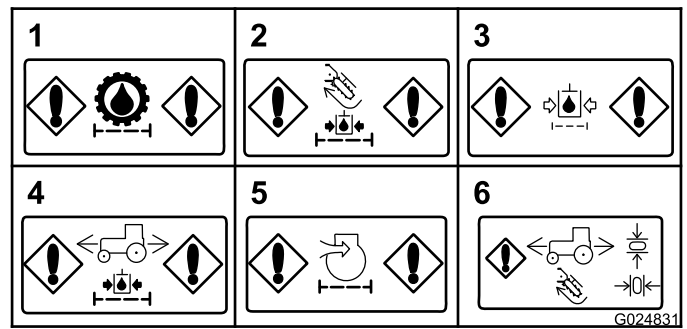

Bild 33
Diese Meldung wird angezeigt, wenn der Hydraulikladesfilter für das Getriebe verstopft ist (Bild 33).
Diese Meldung wird angezeigt, wenn der Ladesfilter für die Hydraulikanlage für das Zubehör verstopft ist (Bild 33).
- **Verstopfung des Hydraulikrücklaufilters:** Diese Meldung wird angezeigt, wenn der Hydraulikrücklaufilter verstopft ist (Bild 33).
- **Verstopfung des Hydraulikladesfilters (Antriebsmotor):** Diese Meldung wird angezeigt, wenn der Ladesfilter für den Antriebsmotor verstopft ist (Bild 33).
- **Verstopfung des Luftfilters (Motor):** Diese Meldung wird angezeigt, wenn der Luftfilter gewartet werden muss (Bild 33).
- **Anzeige für zurück auf Neutral-Stellung:** Diese Anzeige wird angezeigt, wenn Sie einen Vorgang versuchen, für den der Joystick oder das Fahrpedal in der Neutral-Stellung sein muss. Stellen Sie den Joystick oder das Fahrpedal in die Neutral-Stellung, bevor Sie den Vorgang fortsetzen (Bild 33).